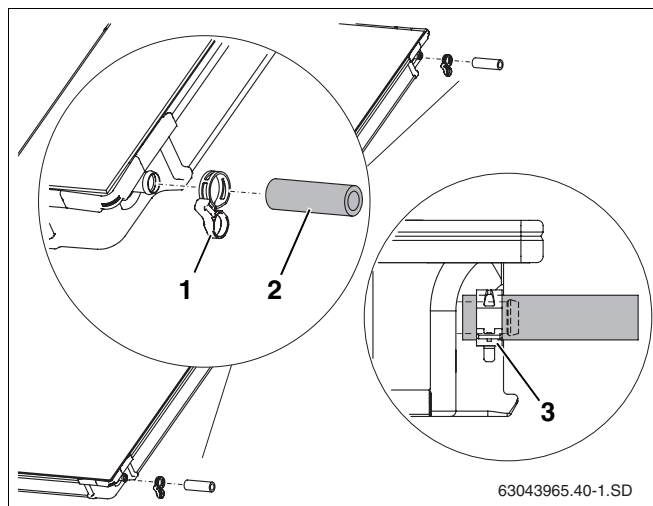

Fig. 42 Premontaggio del kit di collegamento al secondo collettore
- Spingere i tubi di gomma 95 mm per solare (fig. 42, **pos. 2**) sui raccordi di destra del secondo collettore e di tutti quelli successivi.
- Far scorrere le fascette elastiche (fig. 42, **pos. 1**) sul tubo di gomma per solare (la seconda fascetta stabilizza successivamente il collegamento dell'altro collettore).
- Quando la fascetta elastica è ben posizionata nella sua sede, tirare l'anello di sicurezza per fissare il collegamento (fig. 42, **pos. 3**).